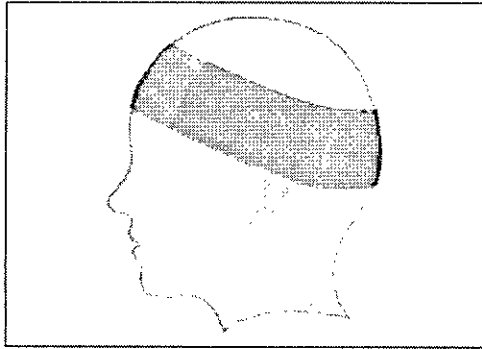

Figura 18 Vendaje en la cabeza para fijar el implante.
- Antes de que los pacientes entren en una sala de IRM se deben retirar todos los componentes externos del sistema de implante (procesador de audio y accesorios). Para las fuerzas de campo de 1,0T o 1,5T, debe colocarse un vendaje en la cabeza para cubrir el implante. Un vendaje en la cabeza puede ser un vendaje elástico bien ajustado alrededor de la cabeza con tres vueltas como mínimo (consulte la Figura 18). El vendaje debe estar bien ajustado, pero no debe causar dolor.